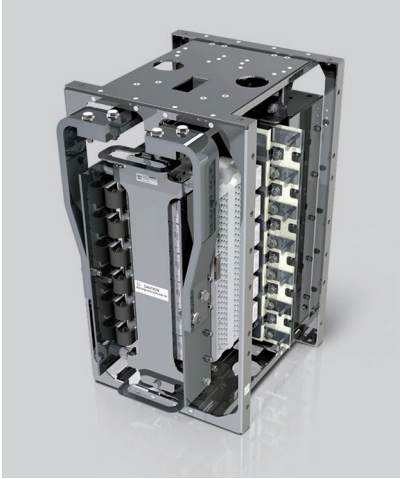

Рис. 7. Стандартний мостовий перетворювач з водяним охолодженням (2 200 А)
- набори IGBT з водяним охолодженням (рис. 7):